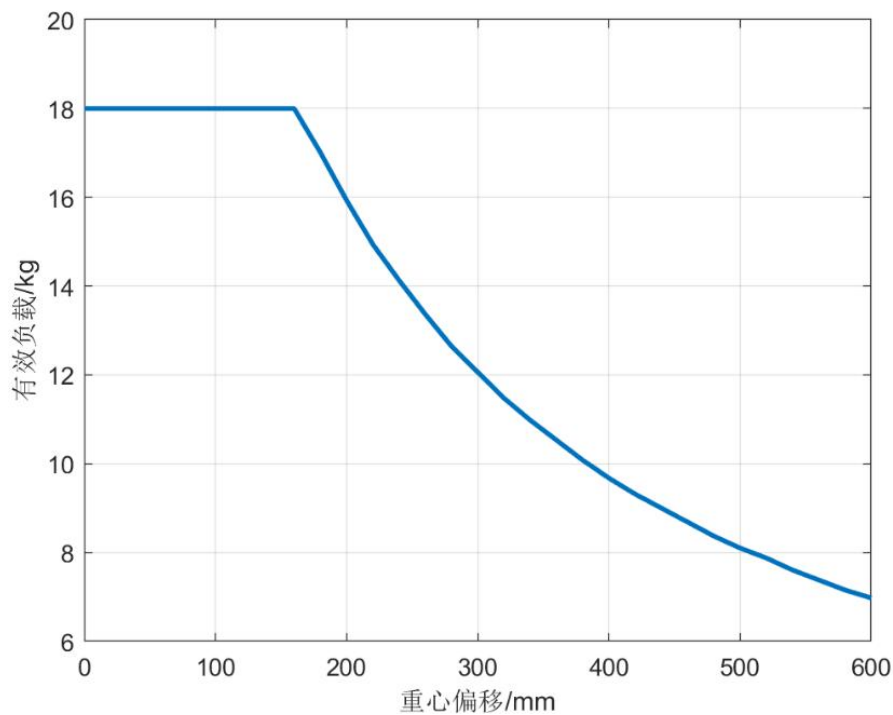

图 B-8 G18 有效载荷和重心偏移曲线
- G18 协作机器人有效载荷和载荷重心偏移的关系曲线如图 B-8 所示。